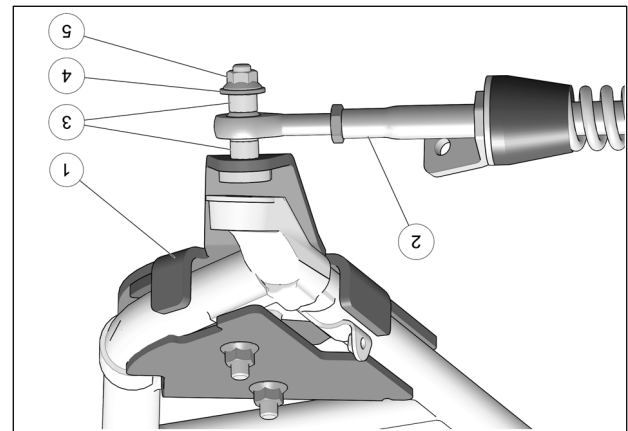

Fig. 22
12. Fixer le bras stabilisateur (2) au boulon déjà installé sur l'ancrage de suspension (1) à l'aide des deux espacesurs (3), de la rondelle (4) et de l'écrou autobloquant (5). Serrer à un couple de 70 N•m [52 lb•pi]. Voir la Fig. 22